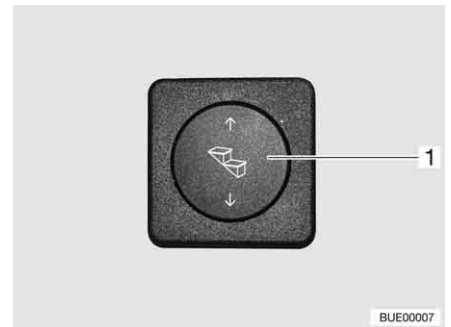

Bild 7 Bedientaster Eintrittstufe
- Wipptaster (Bild 7,1) unten drücken und gedrückt halten (mindestens 3 Sekunden), bis die Eintrittstufe vollständig ausgefahren ist.
- Wipptaster (Bild 7,1) oben drücken, bis die Eintrittstufe vollständig eingefahren ist.